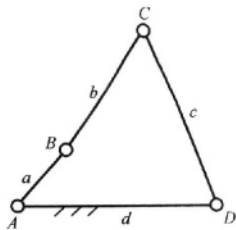

图 5-2
2. 如图 5-2 所示的四杆机构简图中,各杆长度为  $a = 30 \text{ mm}$ ,  $b = 60 \text{ mm}$ ,  $c = 75 \text{ mm}$ ,  $d = 80 \text{ mm}$ , 试求机构的最大传动角和最小传动角、最大压力角和最小压力角、行程速比系数。(分别用解析法和图解法求解)